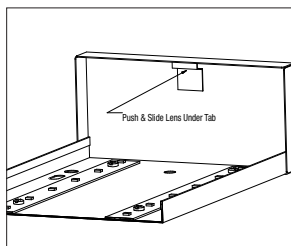

Fig. 3
3. Retirez la vis tenant la plaque d'accès, détachez la plaque d'accès du boîtier et tirez doucement les fils extérieurs au luminaire à l'intérieur du luminaire (Fig. 3) (Ne tirez pas les fils hors de la plaque d'accès).